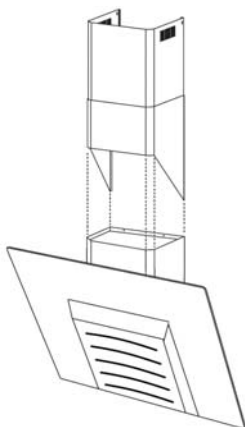

fig. 9
14. Faites glisser la partie supérieure de la cheminée à l'intérieur de la partie inférieure puis assemblez le tout sur le dessus de la hotte en vous assurant que les deux brides en haut de la partie inférieure de la cheminée s'assemblent dans les embrasures du support de fixation de la partie basse de cheminée (fig 9 & 10).